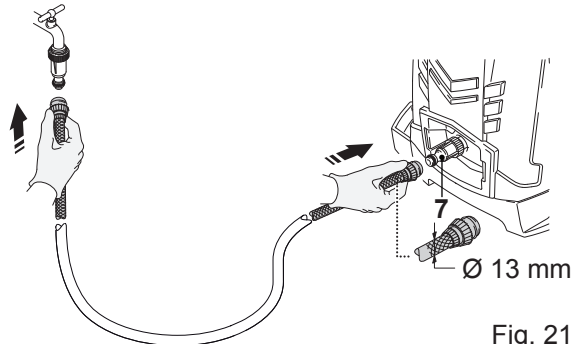

Fig. 21
Conecte una manguera adecuada a su suministro de agua y, a continuación, conecte el extremo opuesto de la manguera al racor de entrada (7) previamente instalado en la máquina (Fig. 21).